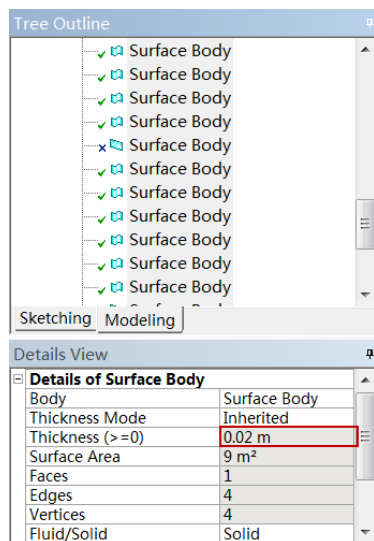

图 14-19 设置面体厚度
- 步骤 02** 在参数设置列表中的“Thickness”内输入“0.02”，即面体厚度为 20mm，如图 14-19 所示。